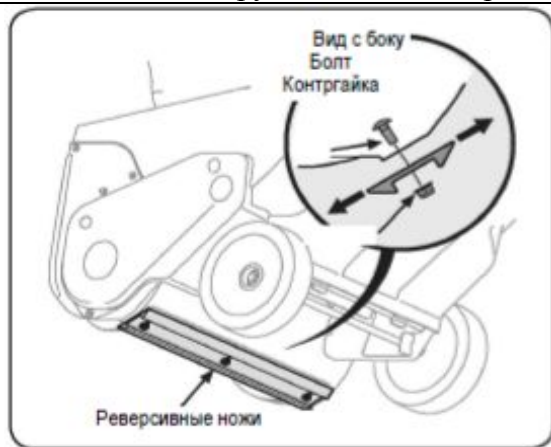

Рис. 17
3. Ослабьте 3 фланцевых фиксирующих гайки и болты с подголовником, которые удерживают нож на раме. См. Рис. 17. Установите нож в нужное положение и снова хорошо затяните болты и гайки.